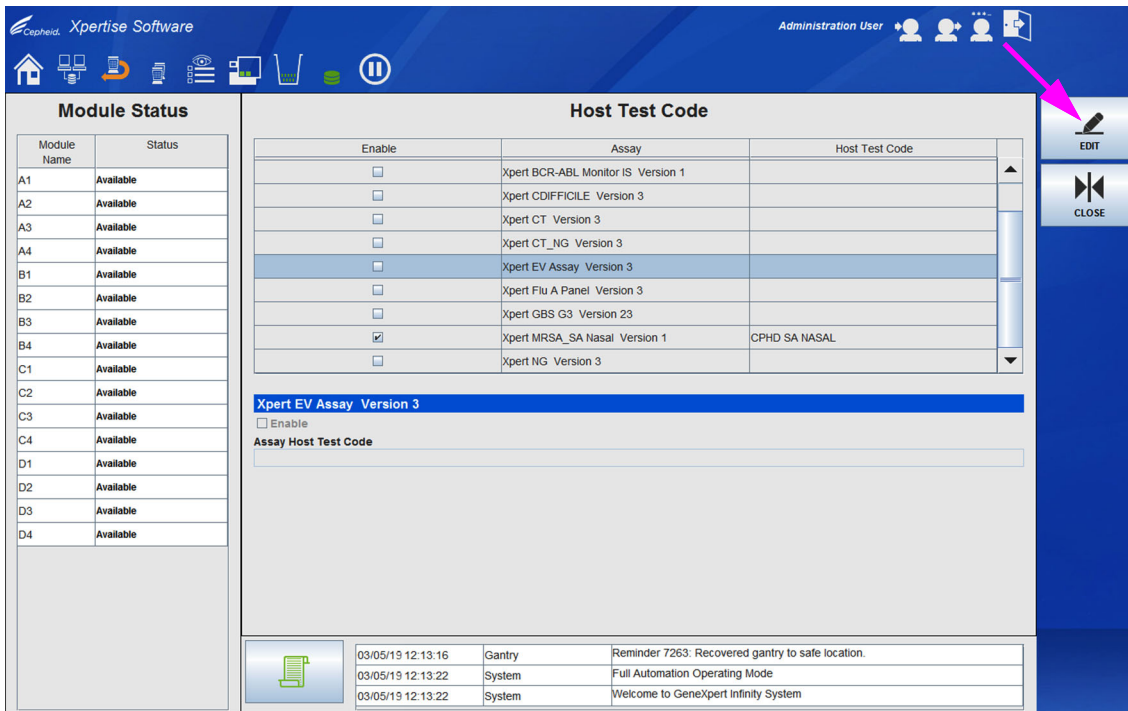

Figura 2-35. Área de trabalho Host Test Code (Código de teste do anfitrião)
2. Selecione o botão **HOST TEST CODE (CÓDIGO DE TESTE DO ANFITRIÃO)** (ver Figura 2-23). É apresentada a área de trabalho Host Test Code (Código de teste do anfitrião). Ver Figura 2-35.
3. Na área de trabalho Host Test Code (Código de teste do anfitrião), selecione o botão **EDIT (EDITAR)** (ver Figura 2-35). A área de trabalho Host Test Code (Código de teste do anfitrião) está agora ativa e pode ser editada.
1. Na tabela Define Host Test Codes (Definir códigos de teste do anfitrião) da área de trabalho Host Test Code (Código de teste do anfitrião), realce o ensaio que quer configurar (ver Figura 2-35) e, em seguida, selecione o botão **EDIT (EDITAR)**.
1. Na tabela **Define Host Test Codes** (Definir códigos de teste do anfitrião) da área de trabalho **Host Test Code** (Código de teste do anfitrião), realce o ensaio que quer configurar (ver Figura 2-35) e, em seguida, selecione o botão **EDIT (EDITAR)**.